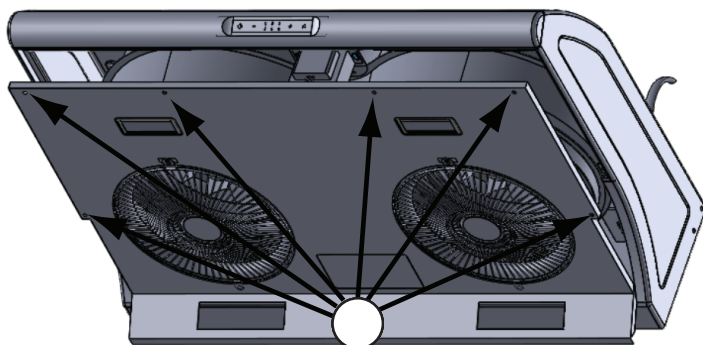

FIG. D1
1. Retirez le panneau inférieur à l'aide de 6 vis (FIG. D1) et déconnectez les connecteurs rapides des voyants DEL.